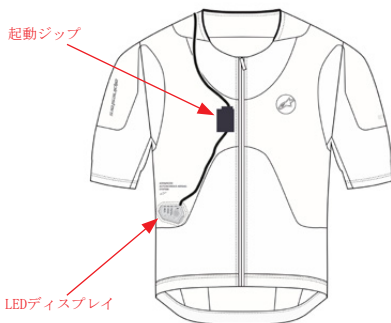

図25：LEDディスプレイ (3) と起動ジップ (2) の取り外し
4. LEDディスプレイ (3) と起動ジップ (2) の取り外し - ウェアの内側の開口部からLEDディスプレイ (3) を取り外し、次に図25に示されているようにマジックテープポケットの内側にある起動ジップ (2) を取り外します。